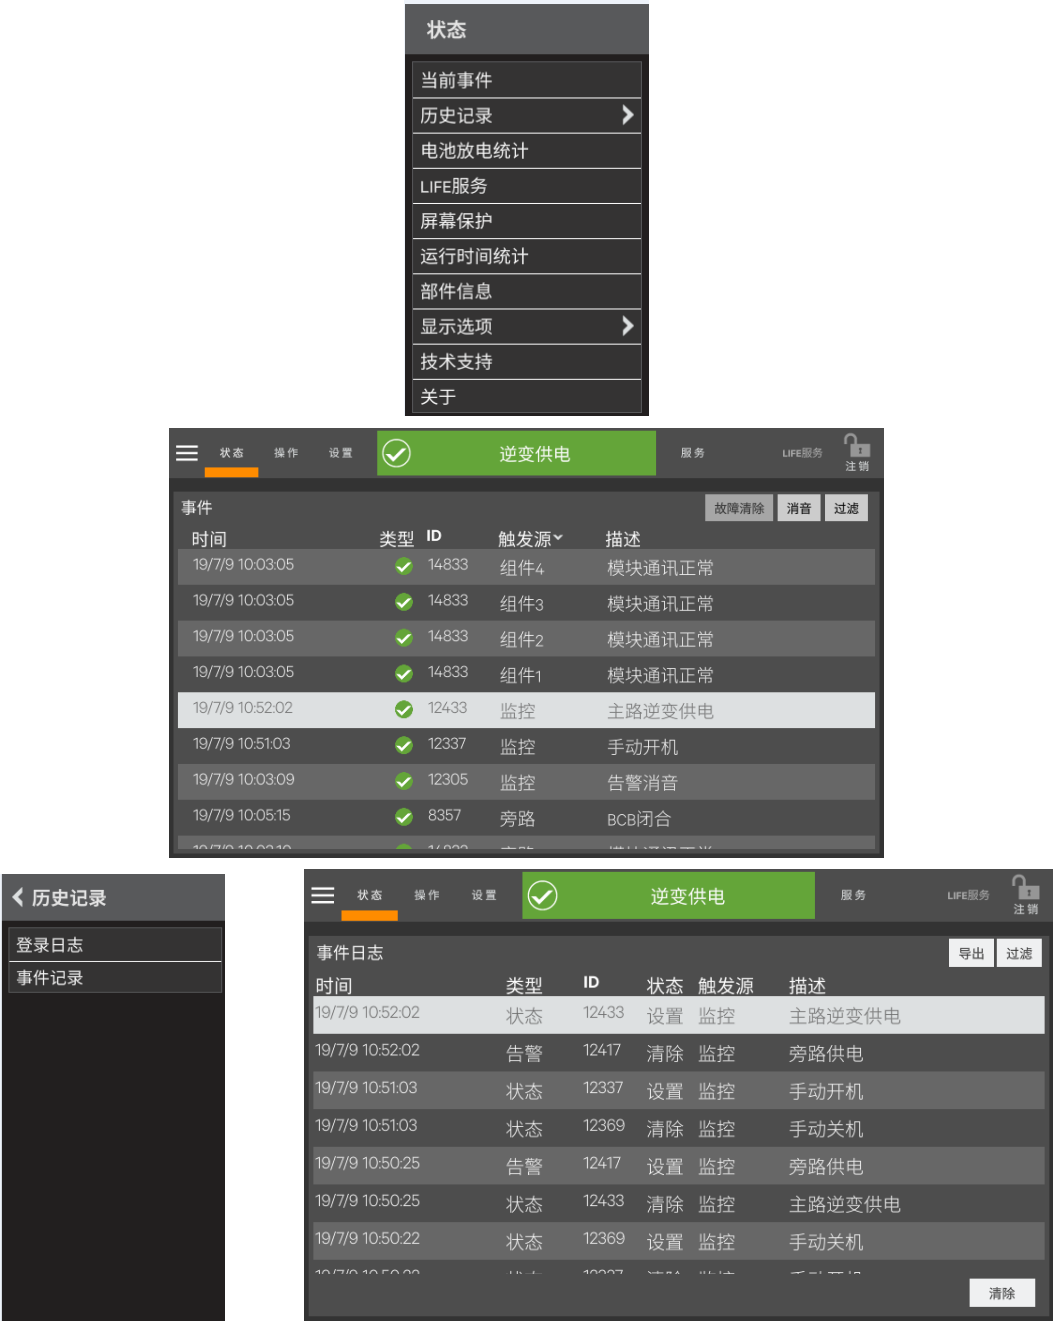

图4-34 查阅告警及事件
- 3. 点击所需查阅的日志、告警或事件，参见图 4-34。